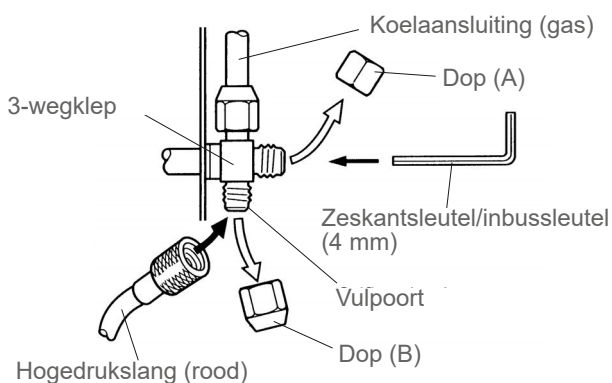

fig. 44 - De slang aansluiten op de gasaansluiting
- Verwijder de beschermdop (B) uit de vulpoort (Schrader) van de gasklep (grote diameter).
- Sluit de hogedrukslang van de Manifold aan op de vulpoort (fig. 44).